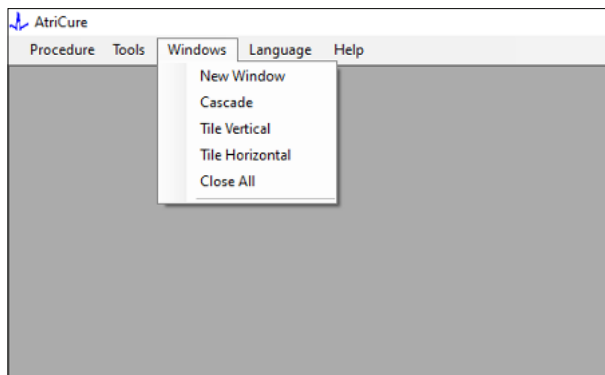

Figura 10: Opzioni per organizzare le finestre nel software
3. Selezionando Finestre si apre la seguente finestra (vedere **Figura 10**):